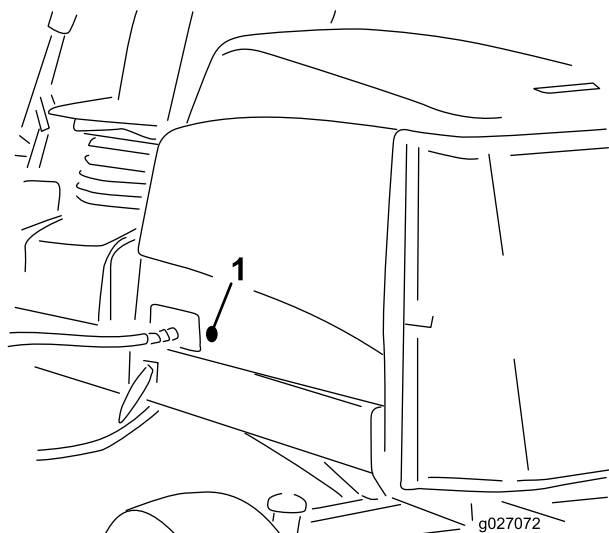

Рисунок 33
- Извлеките резиновую втулку из отверстия с левой стороны капота (Рисунок 33).